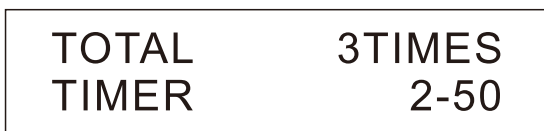

图4总开机次数和使用时间显示
2. 按ON/OFF开关键后，指示红灯点亮，显示屏显示灯箱已使用的总次数和总时间（如图4）。图4显示该灯箱总共开机3次，共使用了2小时50分钟。